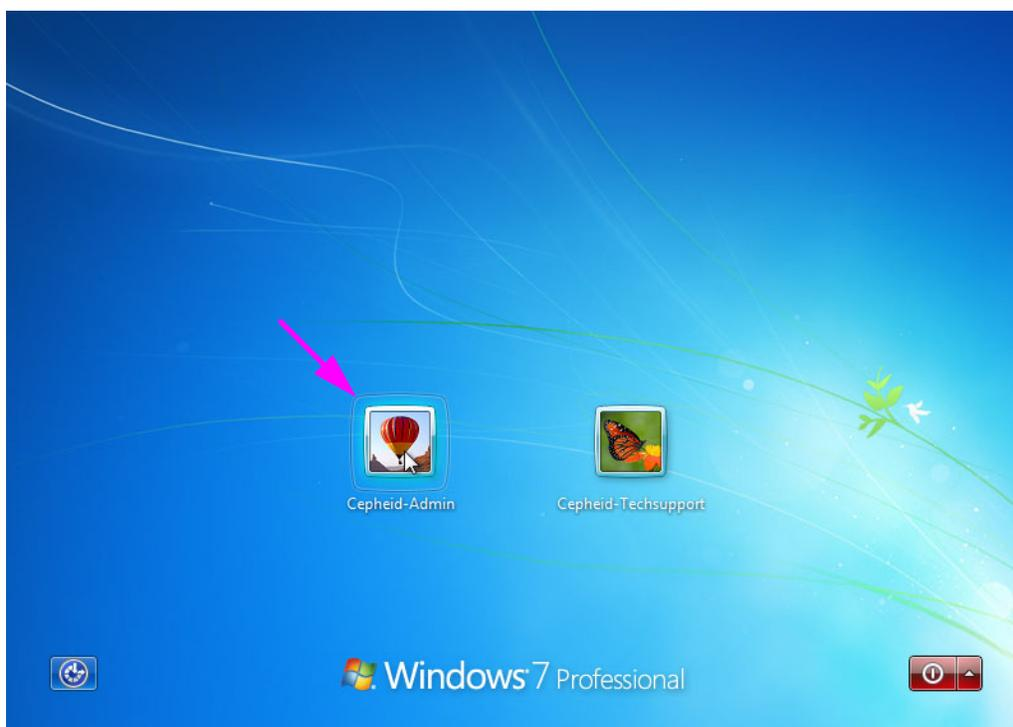
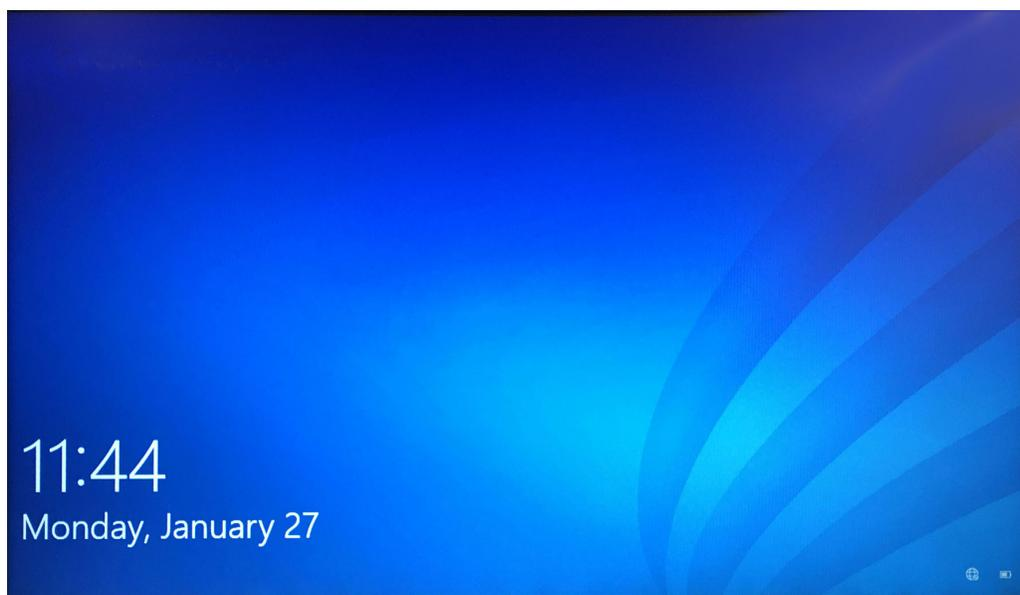

Figura 5-1. Schermata degli account di Windows 7
Figura 5-2. Schermata di blocco di Windows 10
In Windows 7, verrà visualizzata la schermata degli account di Windows. Vedere la Figura 5-1.
In Windows 10, verrà visualizzata la schermata di blocco di Windows. Vedere la Figura 5-2. Fare clic in un punto qualsiasi dello schermo per visualizzare la schermata degli account e della password di Windows. Vedere la Figura 5-1.
3. Nella schermata degli account di Windows, selezionare l'account utente **Cepheid-Admin** (vedere la Figura 5-1 e la Figura 5-4).
Il computer di sistema GeneXpert Dx è configurato con due account di Windows: l'account **Cepheid-Admin** serve per le operazioni eseguite dall'amministratore, come gli aggiornamenti del software e la configurazione del sistema, e per il normale funzionamento; l'uso dell'account **Cepheid-Techsupport** è riservato all'Supporto tecnico di Cepheid. Vedere la Figura 5-1 e la Figura 5-4.